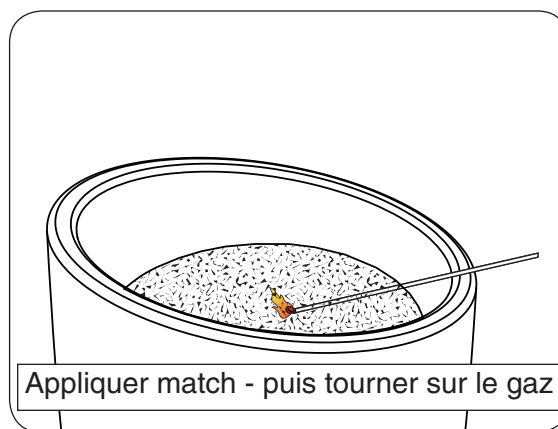

Fig. 22-1
3. Poser une allumette allumée sur la surface du support décoratif près du brûleur (**ne pas tenir l'allumette dans la main**) (Fig. 22-1).